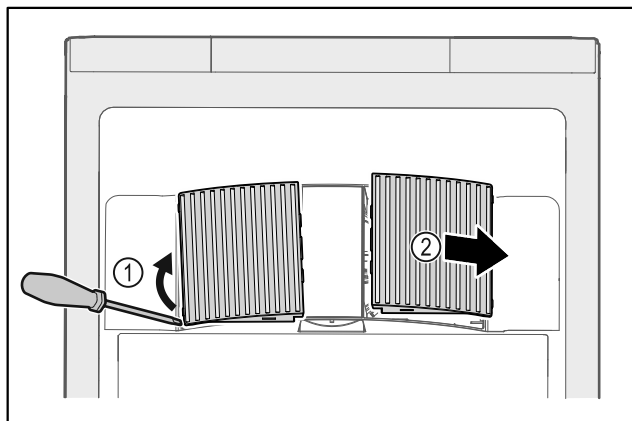

Fig. 148
- ▶ Óvatosan feszegesse le a ventilátor burkolatait oldalról Fig. 148 (1), és emelje le őket előre felé Fig. 148 (2).